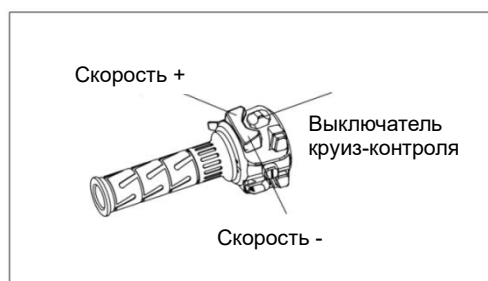

Рис. 14
2. Выключатель круиз-контроля, кнопка регулировки скорости (Рис. 14):